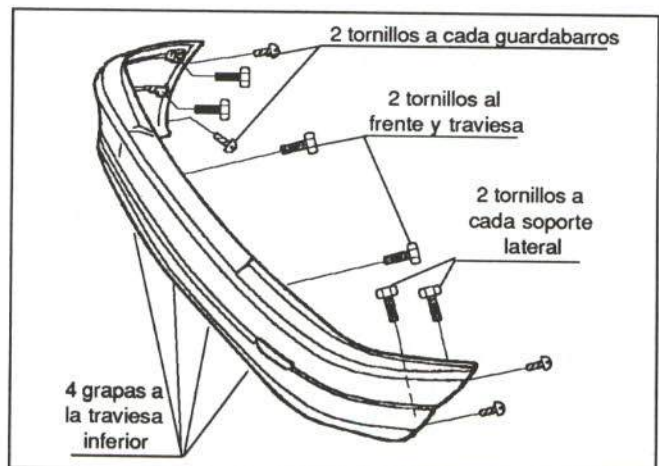

Figura 18.- Fijación del paragolpes
El paragolpes va fijado a la carrocería según se muestra en la figura 18.
- Paragolpes delantero (figura 18)
- Rejilla frotal (figura 18)